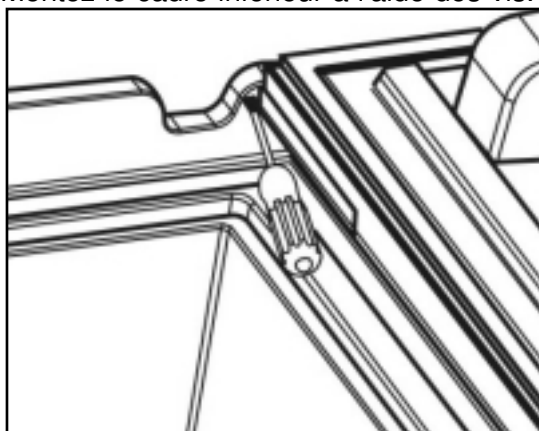

Figure 10.
- Démontez les 6 vis (1) du cadre inférieur, puis retirez le cadre.
- Ouvrez la porte, puis retirez l'axe de la charnière (2) de la charnière supérieure en utilisant un tournevis, puis appuyez sur l'axe pour le faire sortir. (fig. 10)
- Retirez l'axe de la charnière inférieure (3) et les supports supérieur et inférieur de charnière (4) en procédant de la même manière que pour l'axe de la charnière supérieure.
- Fixez l'axe de la charnière (3) inférieur du côté désiré.
- Remplacez la rondelle et la porte, puis appuyez sur l'axe de la charnière supérieure (2).